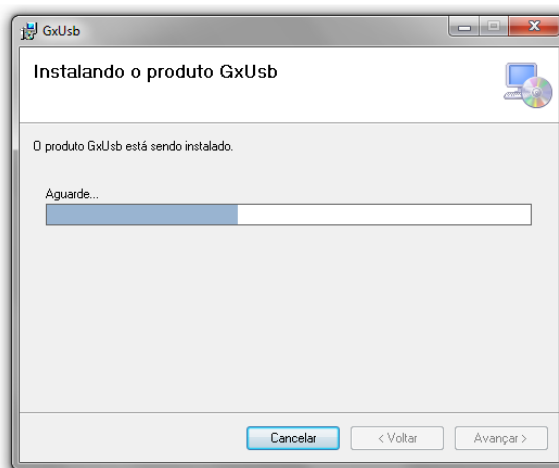

Figura 5
4. Aguarde enquanto o software de instalação copia os arquivos necessários (Figura 5).